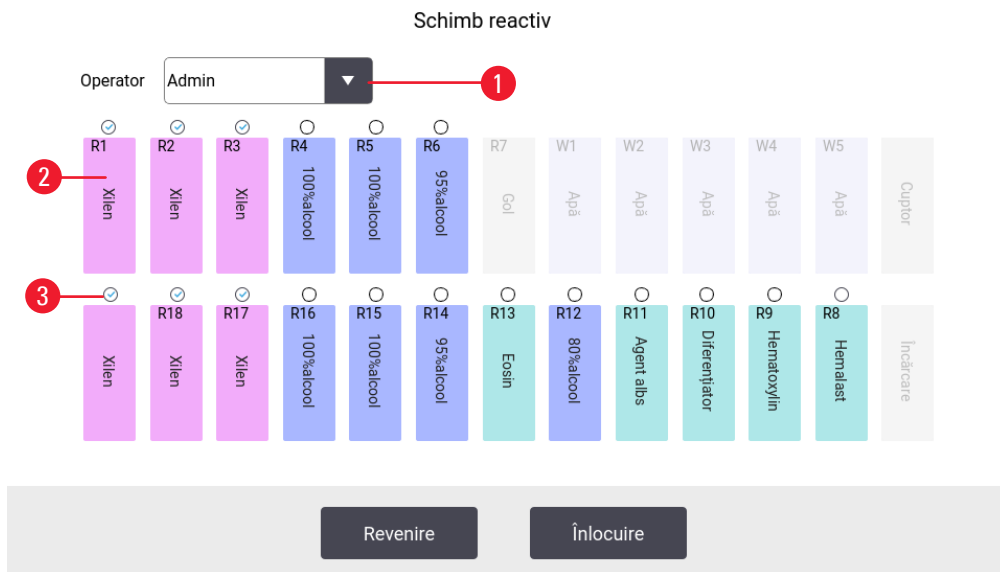

Fig. 29
1. Apăsați pictogramele stației. Se afișează ecranul **Schimb reactiv** (→ Fig. 29).